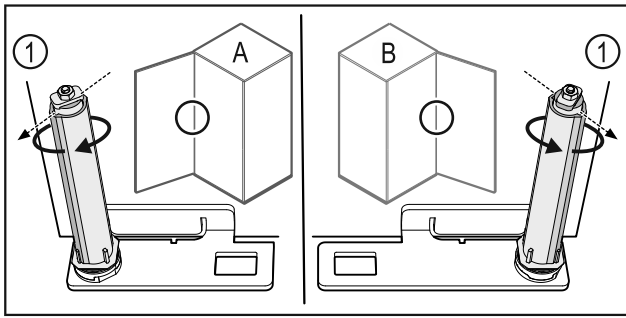

Fig. 60 Розкриття ліворуч (A) / Розкриття праворуч (B)
- Систему закриття повертати проти опору доки перемичка системи закриття Fig. 60 (1) не покаже назвни.